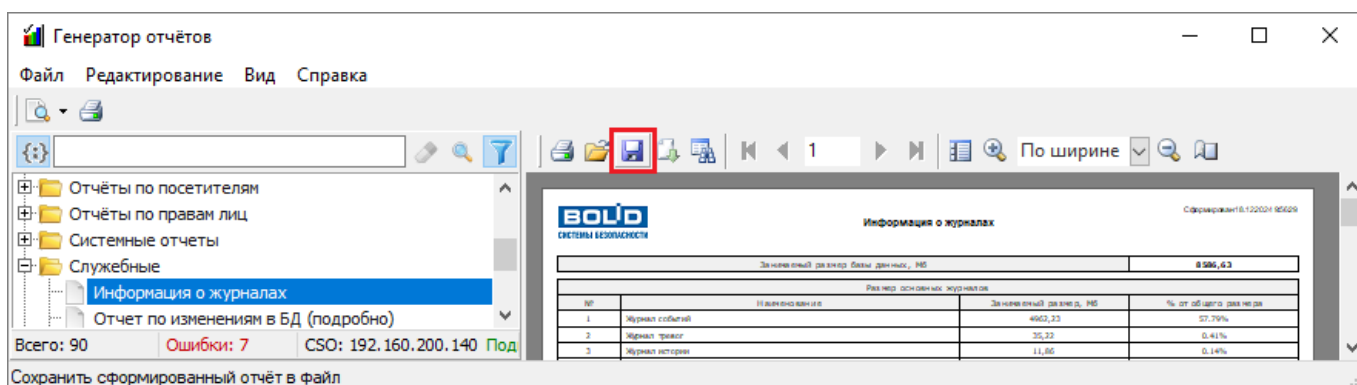

Рисунок 10-305 Сохранение отчета через панель инструментов предварительного просмотра
- нажмите на панели инструментов предварительного просмотра (см. п. 10.5.4) кнопку «Сохранить сформированный отчет в файл» (см. Рисунок 10-305);